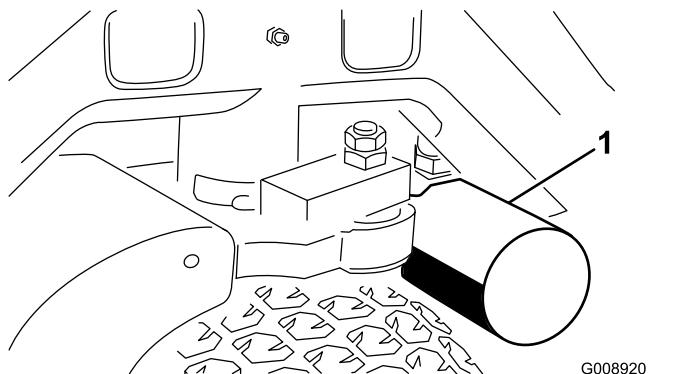
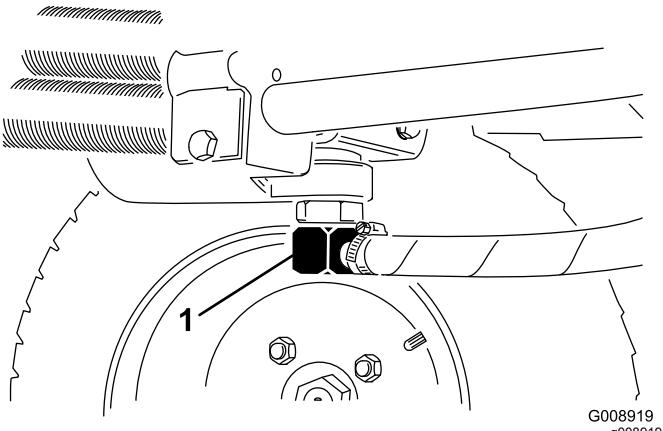

Figura 64
Figura 65
3. Pulite la superficie circostante il filtro. Collocate una bacinella di sporgo sotto il filtro (Figura 64), e togliete il filtro.
2. Scollegate il tubo idraulico (Figura 65) o togliete il filtro idraulico (Figura 64) e lasciate defluire il fluido idraulico in una bacinella. Quando il fluido idraulico cessa di defluire, montate il tubo idraulico.